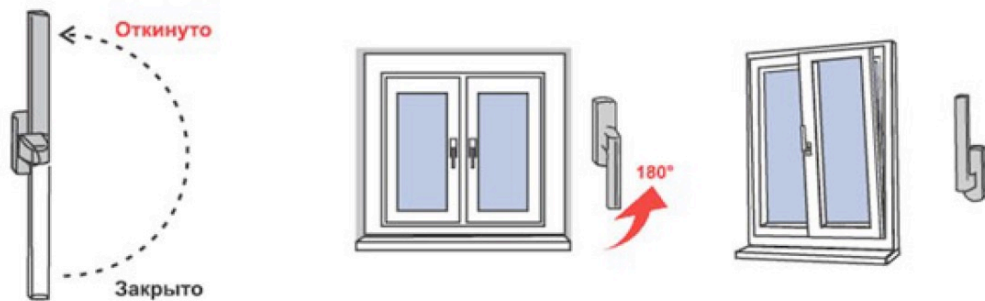

Рис.2
3) Для перевода створки из закрытого положения в откидное (поворот створки относительно нижней горизонтальной оси, положение «Откинута» на Рис.2) ручку поворачивают вертикально на 180 градусов вверх, затем, потянув за ручку, поворачивают створку относительно нижней горизонтальной оси на заданный изготовителем угол (не более 10 градусов) (откидной режим).
4) Для запираания створки из открытого или откидного положения ее сначала закрывают и, придерживая створку рукой, поворачивают ручку вертикально вниз (положение «Закрывать» на Рис. 2).